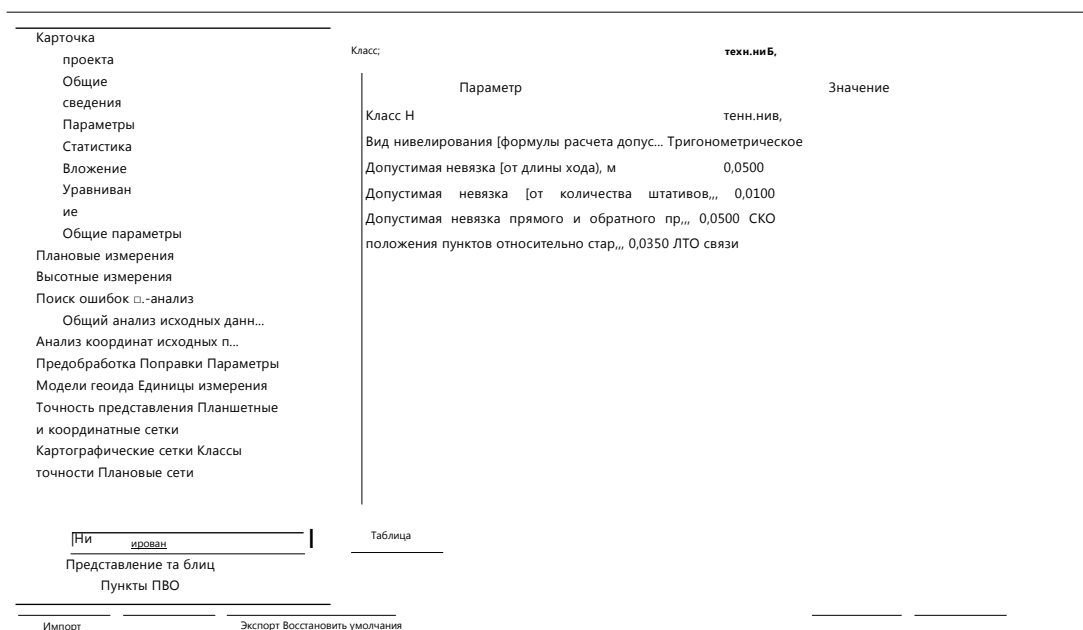

Рис. 9.4
6. Откройте Файл/Свойства проекта/Классы точности/Нивелирование и параметры технического нивелирования согласно рис. 9.4.